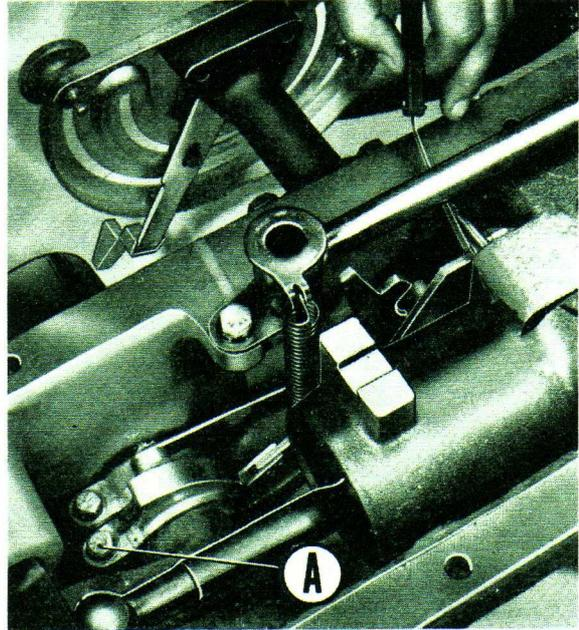

Fig. 18
- 4° Débloquer la vis de serrage A, fig. 18, de la came, montée sur l'arbre de relevage.
- 5° La faire tourner dans un sens ou dans l'autre jusqu'à obtenir un jeu de 5/100 entre la commande et la valve principale (fig. 18).